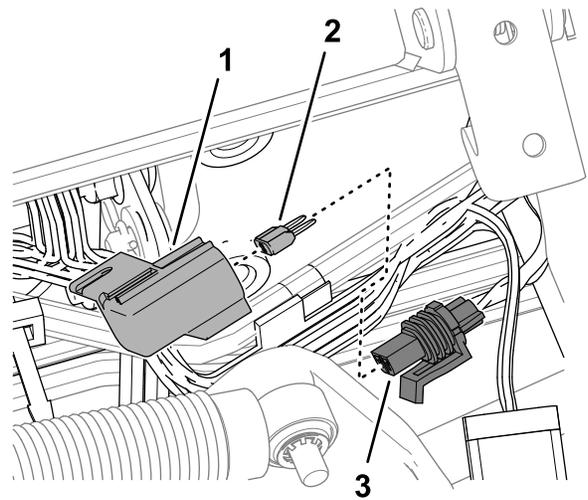

Рисунок 99
3. Снимите крышку со встроенного держателя предохранителя с маркировкой 10 A FUSE TELEMATIC PWR (ПРЕДОХРАНИТЕЛЬ 10 А ПИТАНИЯ УСТРОЙСТВА ТЕЛЕКОММУНИКАЦИИ) (Рисунок 99).